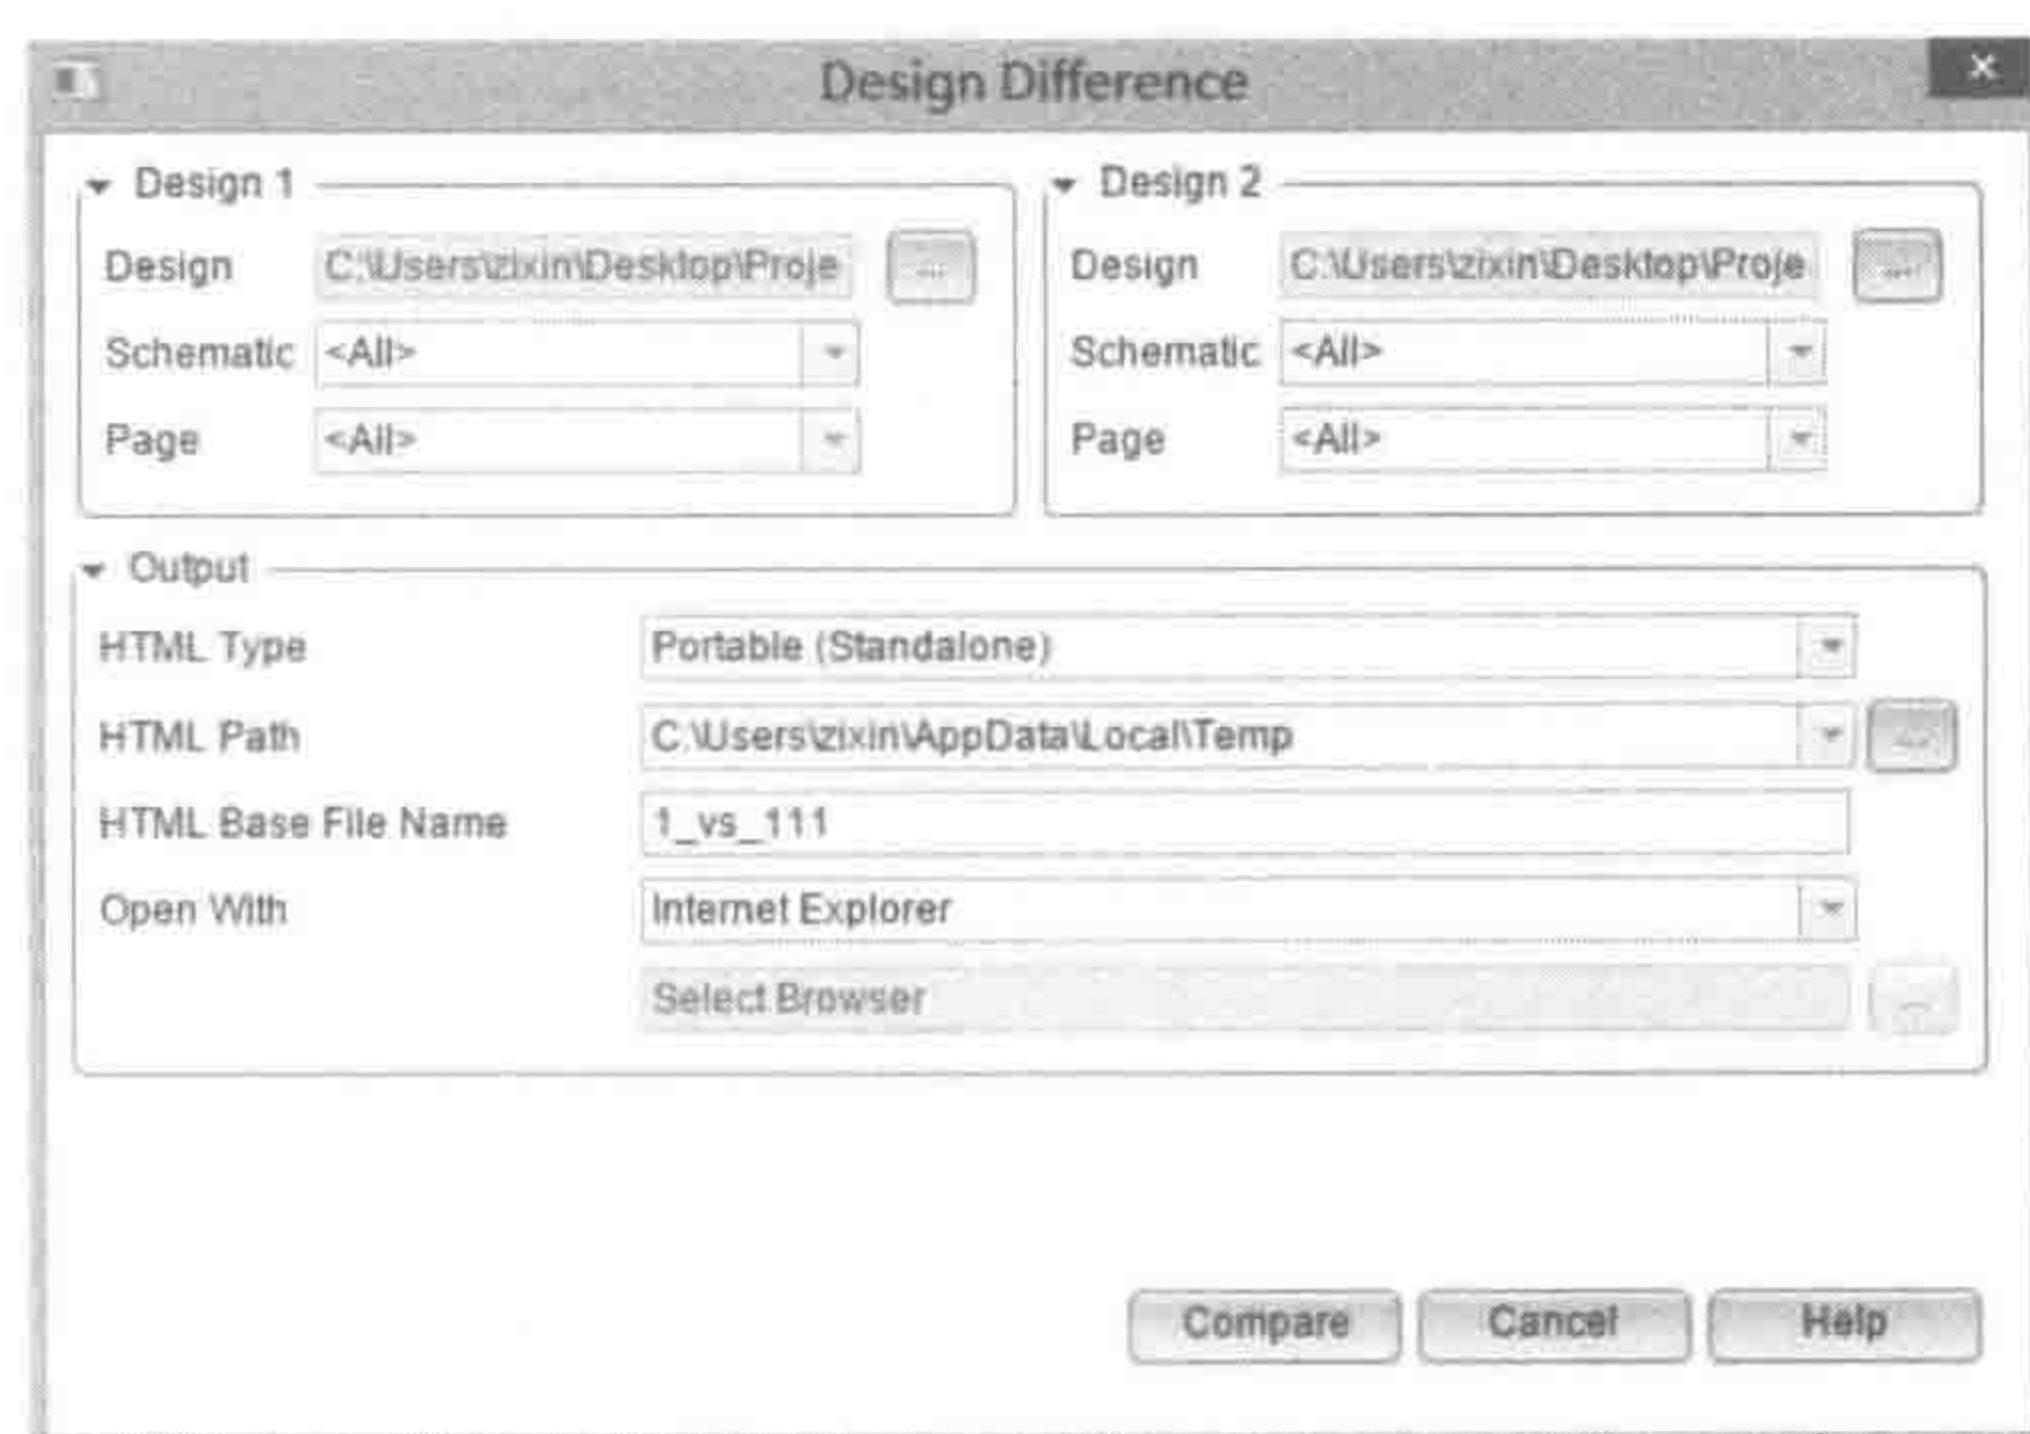

图 1-4-7 “Design Difference”界面
8) 电路图的差异比较 当比较两幅电路图的差异时，可以打开 OrCAD Capture，执行命令“Tools”→“Compare Designs”，弹出如图 1-4-7 所示的“Design Difference”对话框，在“Design1”和“Design2”下的“Design”项中分别添加要进行比较的两幅电路图的保存路径，然后单击“Compare”按钮，弹出“Design Difference Summary”对话框，单击“Show Details”按钮显示具体的比较结果信息，如图 1-4-8 所示。